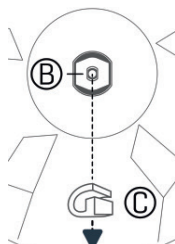

Figura 2
- 1 Desenrosque a porca inferior (D) do clutch do Hi-Hat (A).
- 2 Fixe o bloqueio giratório (B) no eixo da parte superior do clutch (A).
- 3 Passe o clutch e o bloqueio giratório pelo orifício do meio do prato superior (C).
- 4 Oriente o bloqueio giratório (B) dentro do molde do prato como é mostrado na Figura 2.
- 5 Aparafuse a porca inferior (D) no eixo do clutch (A) outra vez e sujeite o amortecedor de borracha (E) na porca inferior (D).
- 6 Para fixar suavemente o prato, ajuste a porca superior (A).